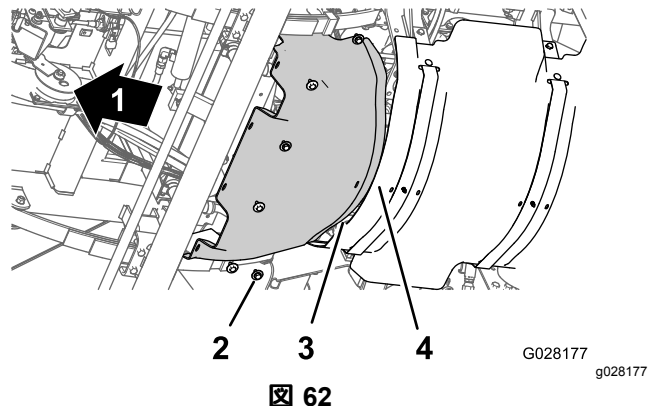

図 62
1. 前側防熱シールドの後部フランジを後防熱シールドの前側フランジに合わせる 図 62。
2. 前側防熱シールドの穴を、シャーシのねじ穴に合わせる 図 62。
3. 前側防熱シールドを機体に固定するソケットボルト6本とワッシャ6枚 図 62 ステップ **前側防熱シールドを取り外す (ページ 45)**, 3 で外したものを使用する。